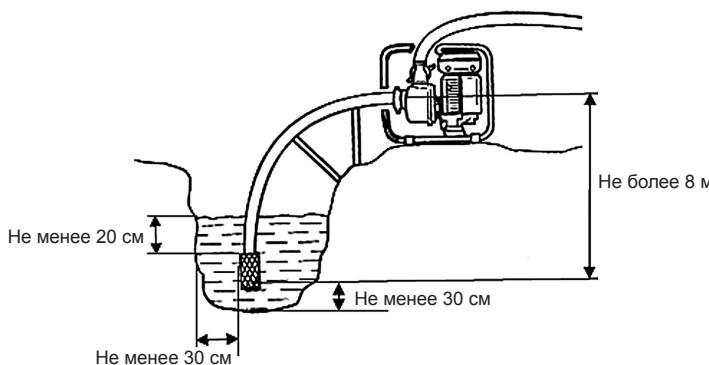

Рис.6 Расположение мотопомпы при эксплуатации
- Установите мотопомпу вблизи водоема (емкости) на твердую ровную горизонтальную поверхность, опустите фильтр всасывающего рукава в водоем (емкость), обеспечив вертикальное положение фильтра. При установке фильтра соблюдайте все необходимые расстояния, как показано на Рис. 6.